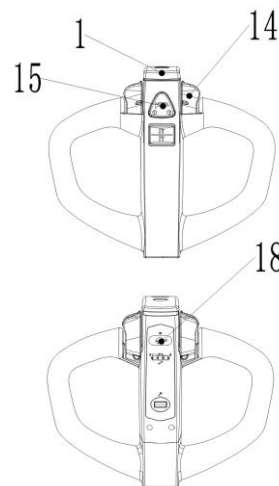

Рис. 7: Рукоятка управления
Нажмите кнопку звукового сигнала (рис.7, поз. 15), чтобы проверить его работу.
Контролируйте скорость передвижения с помощью маховиков (рис. 7, поз. 14) для достижения требуемой скорости.
Нажмите кнопку замедленного хода (рис.7, поз. 18), чтобы перейти в режим медленного движения; передвигайтесь, поворачивая маховики акселератора в нужном направлении. Нажмите кнопку замедленного хода еще раз, чтобы возобновить движение с нормальной скоростью
- Переключение маховиков управления (рис. 7, поз. 14) обратно в начальное положение или освобождение маховиков активирует систему торможения. Тягач тормозит до полной остановки.
- При переключении маховиков управления (рис. 7, поз. 14) из положения «движение в одном направлении» в положение «движение в противоположном направлении», тягач постепенно тормозит, пока не начнет движение в противоположном направлении.